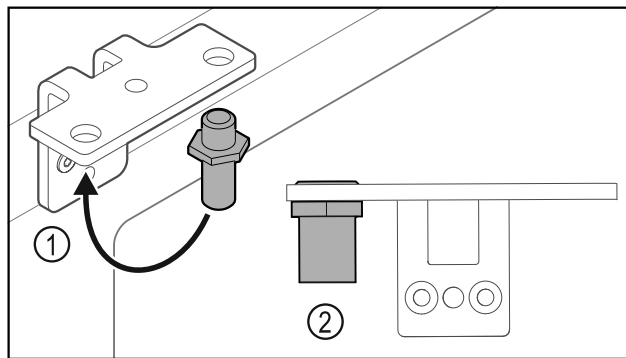

Fig. 26
- ▶ Переставьте палец Fig. 26 (1) в шарнирный уголок.
- ▶ Затяните палец Fig. 26 (2) с **моментом 12 Нм**.